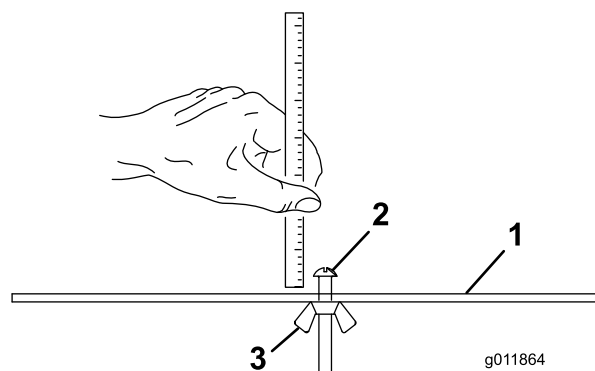

Рисунок 17
- Ослабьте затяжку гайки измерительной планки (Рисунок 17) и установите регулировочный винт на требуемую высоту скашивания.